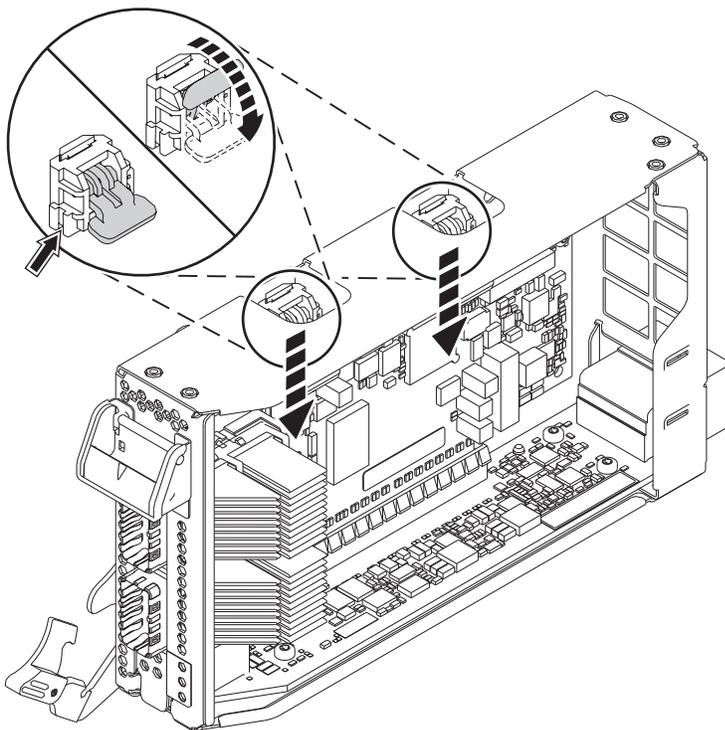

Figura 19. Bloquear os trincos da cassete
- d. Rode os trincos da cassete que estão na extremidade superior da cassete para bloquear o adaptador no local. Consulte Figura 19.